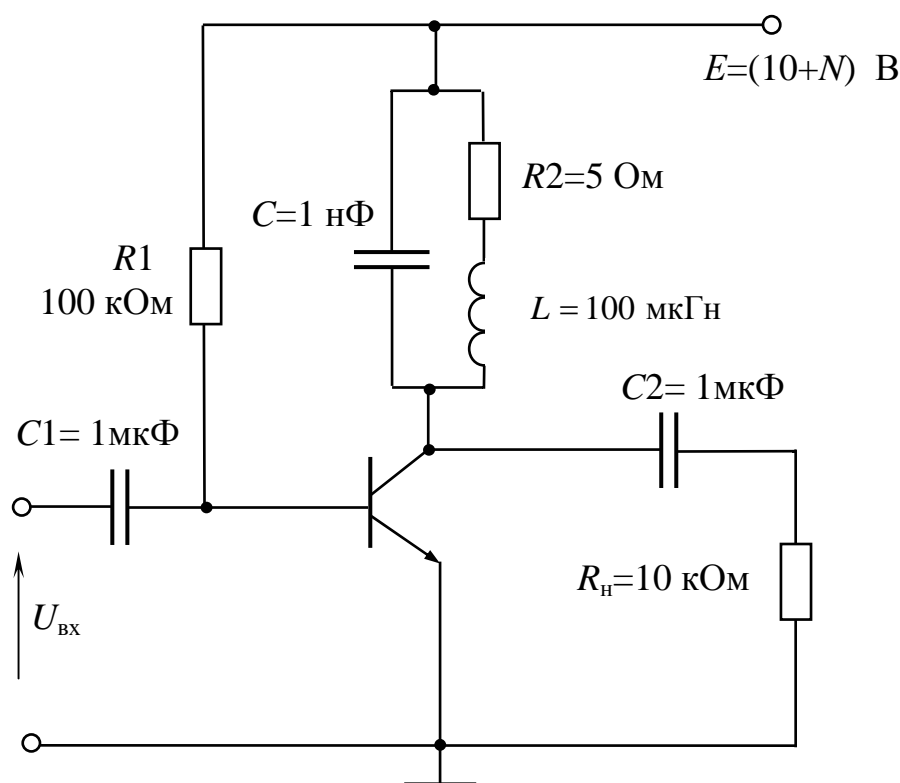

Рис. 1 – Резонансный усилитель с параллельным  $LC$ -контуром
1. Собрать избирательный усилитель с параллельным колебательным контуром (рис. 1, где  $N$  – номер варианта от 0 до 9). Снять ЛАЧХ и ЛФЧХ. Оценить резонансную частоту, коэффициент усиления на частоте резонанса и добротность каскада. Добротность определяется отношением резонансной частоты к полосе пропускания на уровне 3 дБ.